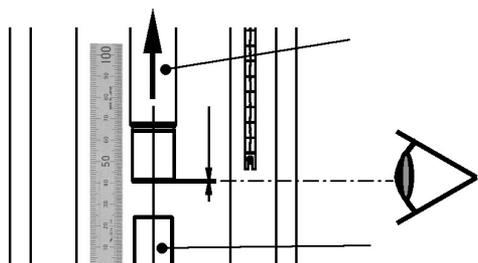

Рис. 5
2. Подключите трубы панели ручной загрузки к верхней пластине (17).
4. Отключите трубы панели ручной загрузки от верхней пластины (17) и подключите их к скобе (1), встроенной в соединение нижней пластины.
5. Обеспечьте втягивание штока привода пневматическим способом или с помощью маховика примерно на 2 мм, используя визуальную шкалу хода в соответствии с рис. 5.
4. Обеспечьте выталкивание штока привода пневматическим способом или с помощью маховика примерно на 2 мм, используя визуальную шкалу хода в соответствии с рис. 5.
5. Соберите разрезной хомут (22).
2. Подключите трубы панели ручной загрузки к скобе (1), встроенной в соединение нижней пластины.
3. Обеспечьте втягивание штока привода пневматическим способом или с помощью маховика примерно на 2 мм, используя визуальную шкалу хода в соответствии с рис. 5.
4. Соберите разрезной хомут (22).